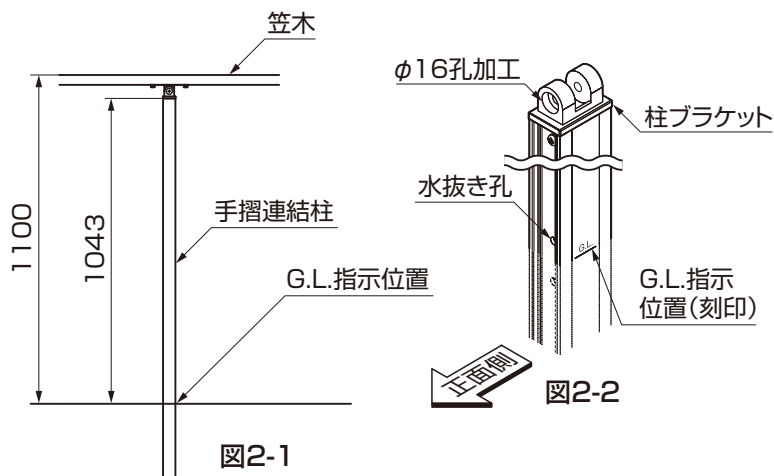

図2-1
①G.L.指示位置にあわせて柱を施工してください。(図2-1、2-2参照)
●柱には方向があります。柱ブラケットのφ16孔加工側が正面に来るように施工してください。(図2-1、2-2参照)